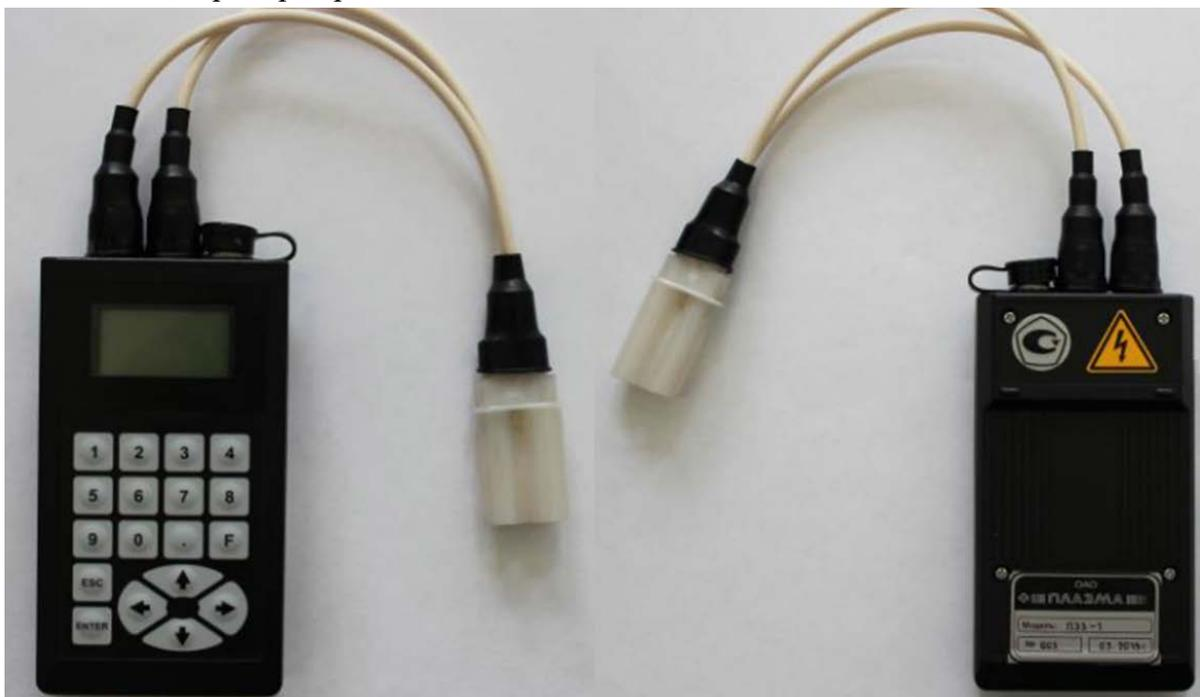

Рис. 1
3.2 Внешний вид прибора приведен на Рис. 1